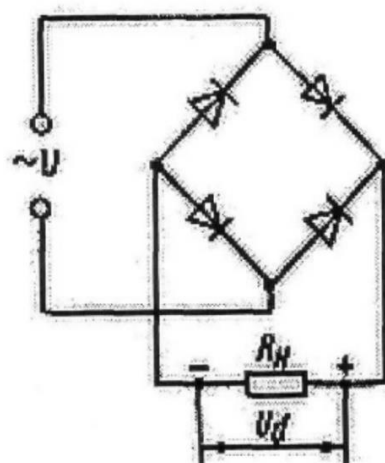

Рисунок 15.1
4. Составляем схему мостового выпрямителя (рис.15.1). В этой схеме каждый из диодов имеет параметры диода КД202Н:  $I_{доп}= 1A.$ ,  $U_{обр}=500 V$ .